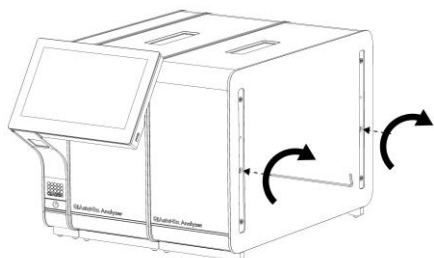

Figura 16. Alinierea și atașarea modului analitic suplimentar.
4. Centrați modulul analitic suplimentar pe modulul analitic existent. Strângeți șuruburile folosind instrumentul de asamblare modul analitic-operațional, livrat împreună cu QIAstat-Dx Analyzer 1.0 (Figura 16, pagina următoare).